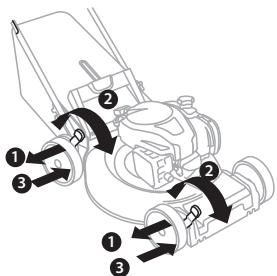

Fig. 9
1. La altura de la cuchilla al suelo se puede ajustar a 5 posiciones de altura desde 1,25 pulgadas a 3,75 pulgadas (Fig. 9).